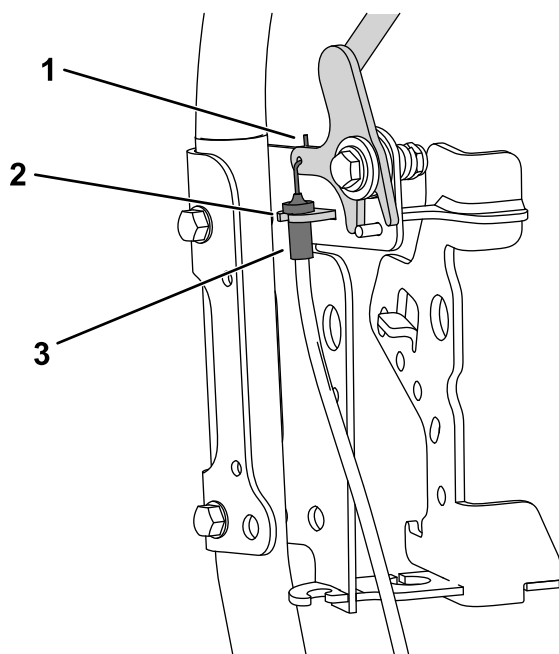

图18
13. 如图18所示将拉索向上布置到手柄右侧并将油门拉索连接至牵引支架和控制杆。